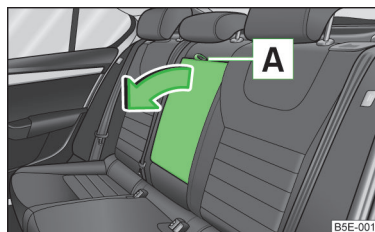

Fig. 53
- Tirare l'occhiello **A** » fig. 53 e ribaltare il bracciolo nella direzione indicata dalla freccia.